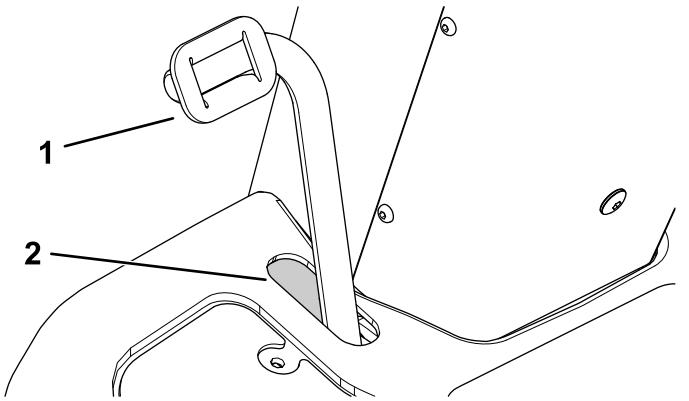

Figura 86
1. Spingete verso il basso il pedale del freno per verificare che vi sia uno spazio sufficiente all'estremità anteriore della scanalatura (Figura 86).